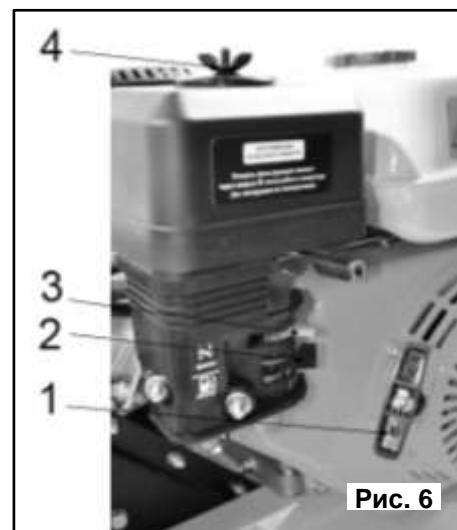

Рис. 6
- Установите рычаг управления воздушной заслонкой карбюратора (2)(См. Рис. 6), в полностью закрытое положение. Это ограничит подачу воздуха, и создаст более бензинообогащенную топливную смесь, что облегчит запуск холодного двигателя.
- Откройте топливный кран (2)(См. Рис. 6), переведите рычаг в положение «Открыто» (OPEN).
- При запуске холодного двигателя, установите рычаг привода воздушной заслонки (3)(См. Рис. 6), в положение «ЗАКРЫТО» (CLOSE). Это ограничит доступ воздуха в камеру горения, и создаст более бензинообогащенную топливную смесь, что значительно облегчит запуск холодного двигателя.
5. Перекройте топливный кран (2)(См. Рис.6).